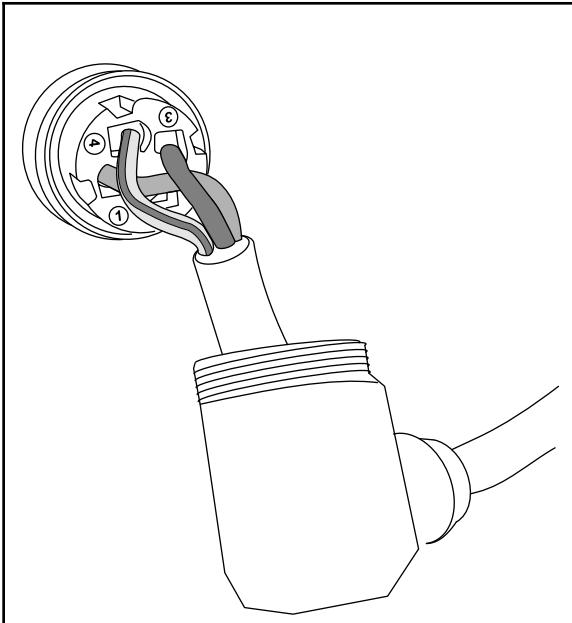

Bild 13
5. Stecken Sie die Drähte wie unter Bild 13 beschrieben in den Anschlusskörper.